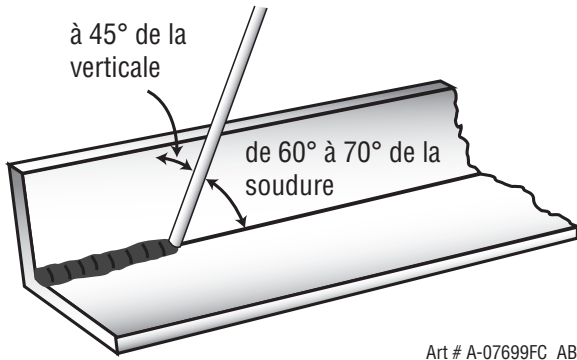
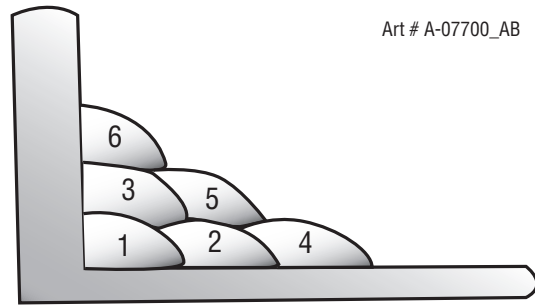

Figure 4-13: Position de l'électrode pour une soudure d'angle HV
Figure 4-14: Plusieurs passages d'une soudure d'angle HV
Une cornière est un bon exemple, ou encore, deux bandes d'acier pointe (assemble au point) ensemble à angle droit. Cette position est connue comme une soudure d'angle horizontale-verticale (HV). Amorcez l'arc et amenez immédiatement l'électrode à une position perpendiculaire à la ligne de l'angle et à 45° de la verticale. Certaines électrodes doivent aussi s'éloigner d'un angle de 20° de la position perpendiculaire pour empêcher le laitier de devancer la soudure. Reportez-vous à la figure 4-13. N'essayez pas d'accumuler trop de métal, au plus 6,4 mm (1/4 po) de largeur avec une électrode de 3,2 mm (1/8 po) sinon le métal d'apport a tendance à s'affaisser vers la base et un caniveau se forme sur la patte verticale. Procédez à plusieurs passages comme illustrés à la figure 4-14. Il n'est pas recommandé d'entrecroiser les passages dans les soudures d'angle VH.